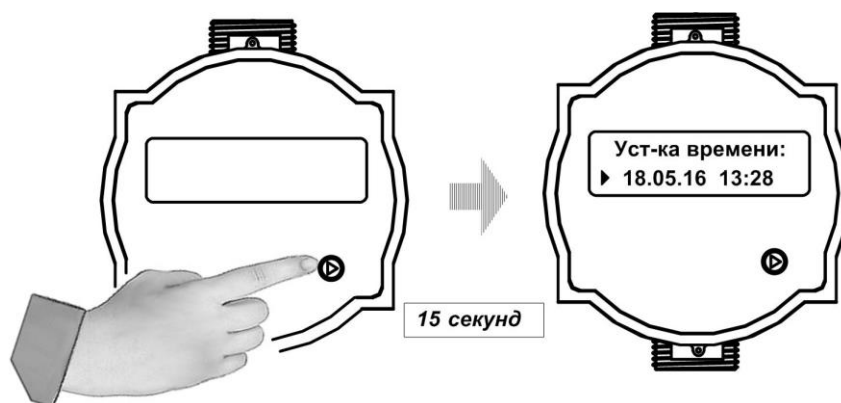

Рис.5. Переход в режим настройки приборного времени
- 6.3.5.1. Перевести расходомер в режим настройки текущего приборного времени, для чего нажать и удерживать **примерно 15 секунд** кнопку управления до появления на дисплее надписи **Уст-ка времени** (рис.5).